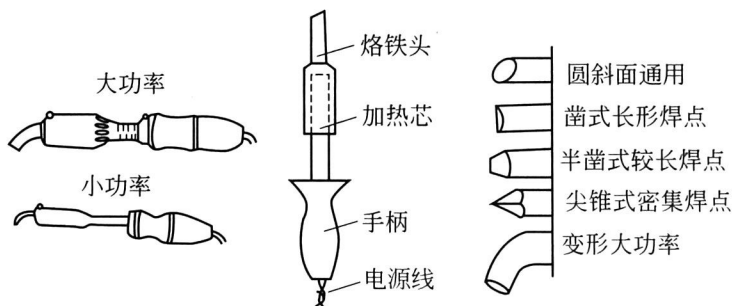

图 1-9 电烙铁结构
⑧ 电烙铁 电烙铁按功率分为大功率（75W 以上）和小功率（75W 以下），按烙铁头的结构分为圆斜面、凿式等，如图 1-9 所示。用电烙铁焊接导线时，必须使用焊料和焊剂。焊料一般为丝状焊锡或纯锡，常见的焊剂有松香、焊膏等。